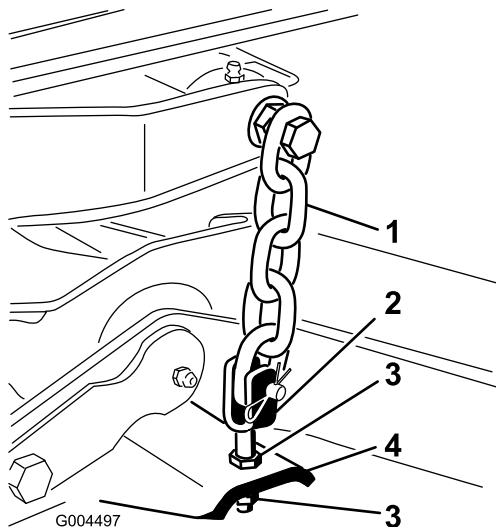

Bild 75
7. Stellen Sie die Klemmmuttern ein, mit denen die hinteren Mähwerksgabeln bzw. -ketten befestigt sind, um das Mähwerk hinten anzuheben, sodass die Messerneigung auf 8 mm eingestellt ist (Bild 75).